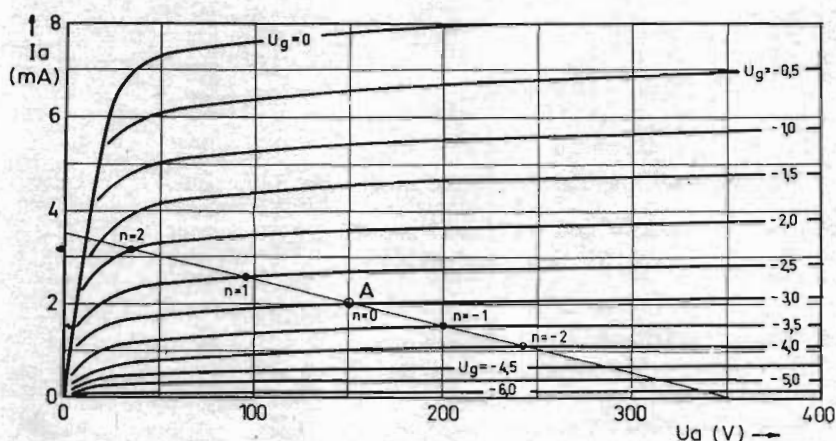

Fig. 2. Belastningslinje inritad i  $I_a U_a$ -kurva för röret 6SJ7. A=arbetspunkten.
Fig. 2. Elektronerna i elektronstrålen, som rör sig fram genom trådspiralen i vandringsvågsröret, retarderas i vissa områden och accelereras i andra. Härigenom tilltar amplituden hos den på fördröjningsledningen fortskridande vågen i fortplantningsriktningen.
Vi utgår i fortsättningen från de rörkurvor, som återfinns i handböckerna, och som vanligen framställer anodströmmen som funktion av anodspänningen med gallerspänningen som parameter. (Se fig. 2.) En belastningslinje motsvarande belastningsresistansen inritas i diagrammet och en viss arbetspunkt (A) på belastningslinjen fastställs.
I fig. 2 visas som exempel en belastningslinje för  $R_a=100$  kohm inritad i en  $I_a-U_a$ -kurva för röret 6SJ7. Arbetspunkten antages ligga vid  $U_g=-3$  V. Tomgångsspänningen för röret, dvs. anodspänningen, då röret är strypt, är tydligen 350 V, under det att kortslutningsströmmen, dvs. anodströmmen, då röret är fullt ledande, är 3,5 mA.